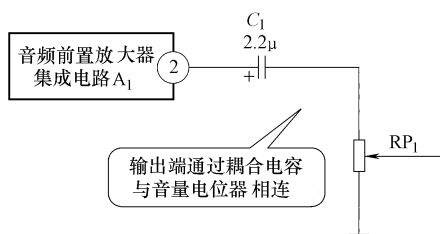

图 13-7 音频前置放大器集成电路输出引脚外电路
如图13-7所示是音频前置放大器集成电路输出引脚外电路。 $A_1$ 是音频前置放大器集成电路,②脚是输出引脚。从图中可以看出,集成电路 $A_1$ 输出引脚②脚输出信号,通过耦合电容 $C_1$ 加到音量电位器 $RP_1$ 上。根据这一电路特征比较容易识别集成电路的输出引脚。